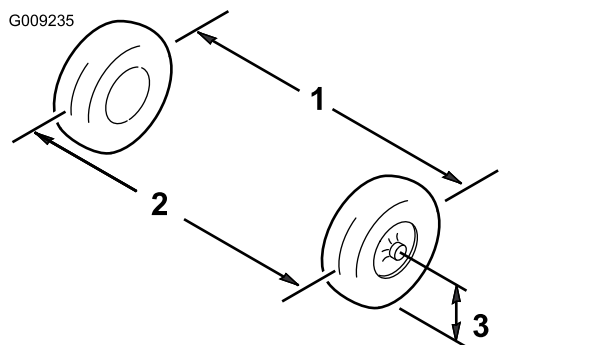

Bild 114
5. Messen Sie den Abstand zwischen beiden Vorderreifen auf Achshöhe (an der Vorder- und Rückseite der Vorderreifen) (Bild 114).